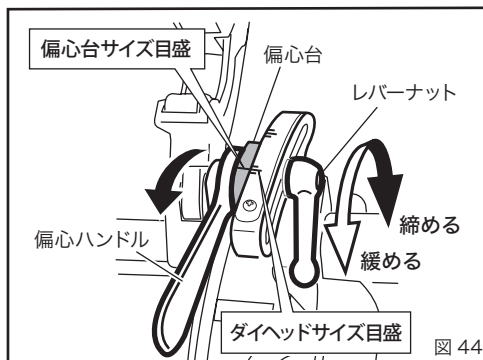
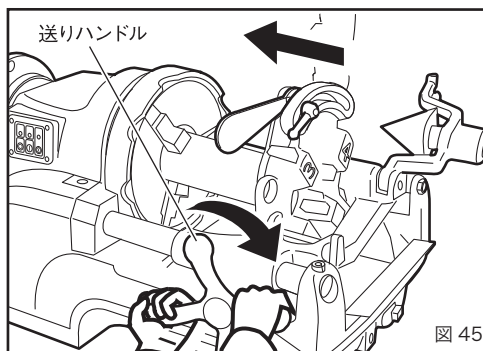

図 44
図 45
- ① ねじ切りのサイズ寸法を合わせるには偏心台の目盛りを、ダイヘッドのサイズ目盛りのねじ切り寸法に合わせて、レバーナットを締めて固定してください。(図 44)
- ② ON スイッチを押すとオイルはダイヘッドから自動的に注油されます。
- ③ 送りハンドルを右回り方向に動かしパイプにチェーザを押しつけ食いつかせてください。ねじ山が 3～4 山切ればあとは自動的にねじが切れます。このマシンに使用されているシリースモーターは、回転数が周波数に左右されず、負荷によって自動的に変化します。(図 45)